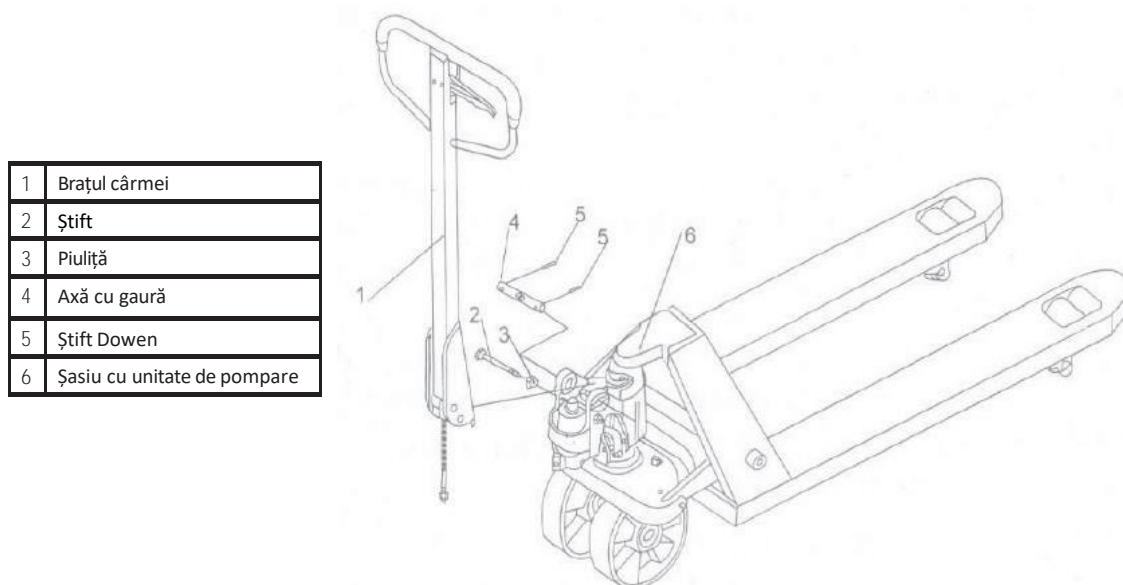

Fig. 2
- Apăsăți brațul cârmei în jos; scoateți știftul (2, Fig. 2).
- Reglați maneta de comandă a mânerului în poziția "Ridicați", apoi ridicați placa pârghiei cu ajutorul știftului (2, Fig. 2) și introduceți șurubul de reglare în fanta din față a plăcii pârghiei. Notă: Păstrați piulița de reglare sub placa pârghiei.
- Folosiți un ciocan pentru a introduce cel de-al doilea știft (5, fig. 2) în cea de-a doua gaură a axei. Bara de tracțiune este acum asamblată la pompă.